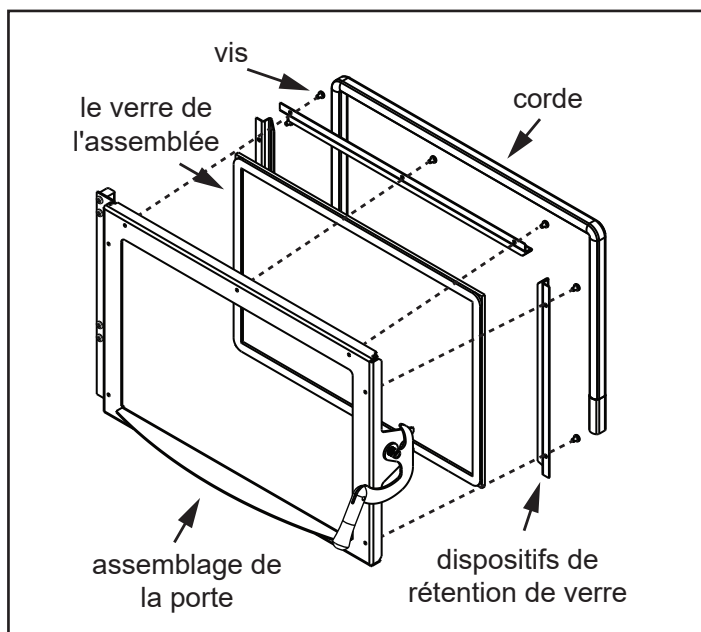

Figure 26.1
4. Glissez la tige de retenue d'abord dans le trou supérieur, puis alignez l'extrémité ondulée inférieure avec le trou de la porte. L'extrémité ondulée doit être parallèle à la vitre pour pouvoir l'insérer correctement. **Figure 26.1**